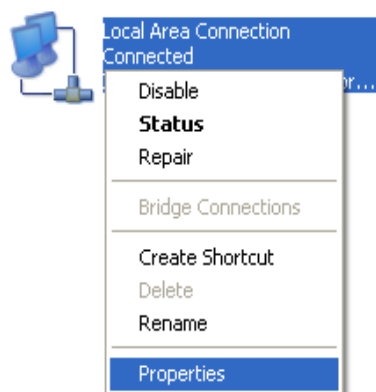

図 14
3. VFD との通信に使用するネットワーク接続用のアイコンを選択し、アイコンを右クリックしてプロパティを選択します。図 14 を参照。